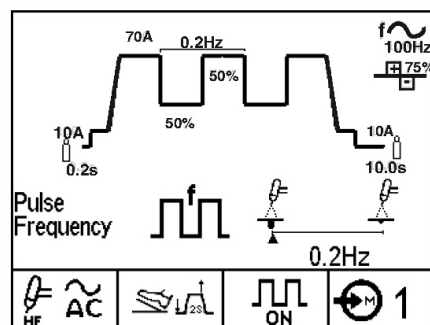

Abb. B.4c
- Impuls-WIG (siehe Abb. B.4c)
- Im **Parameteranzeigebereich** werden der ausgewählte Parameter, dessen Anzeigesymbol sowie der voreingestellte Wert angezeigt. Der eingestellte Wert kann durch Drehen des Drucktasten-Drehreglers geändert werden. Bei bestimmten Parametern wie der Frequenz (im Ac-Betrieb) ist eine erweiterte Symbolanzeige vorhanden, die die Auswirkungen der Änderung des Parameters auf den Lichtbogen und/oder das Schweißnahtprofil anzeigt. Bei der Einstellung dieser Parameter bewegt sich ein Zeiger zwischen Min.- und Max-Symbol und zeigt die relative Auswirkung des Parameters. Die in Abb. B.4c dargestellte Impulsfrequenz ist ein Beispiel für die erweiterte Symbolanzeige. Ein Verzeichnis der erweiterten Symbole ist in Tabelle B.1 enthalten.